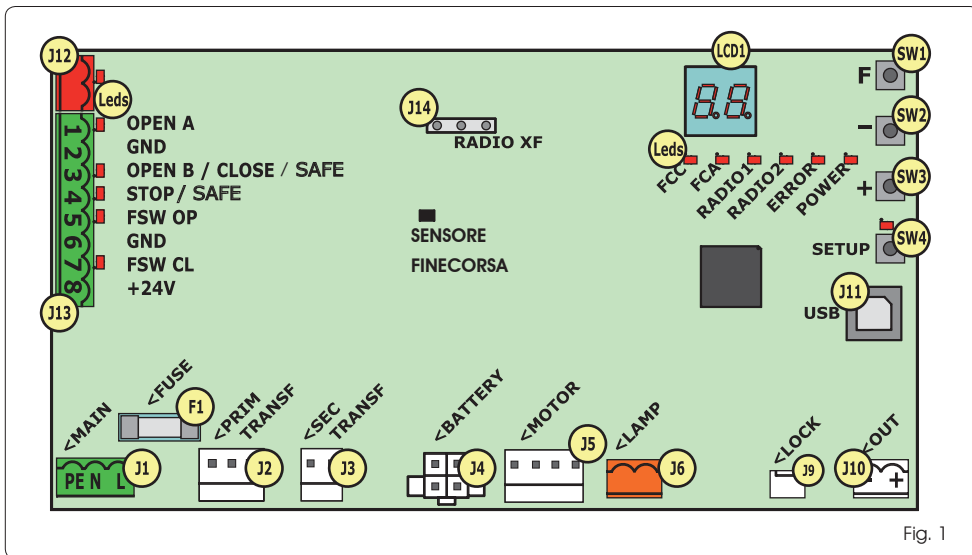

Fig. 1
- Se non si utilizza alcun accessorio BUS-2EASY, lasciare libero il connettore BUS-2EASY (J12 - fig. 1).**